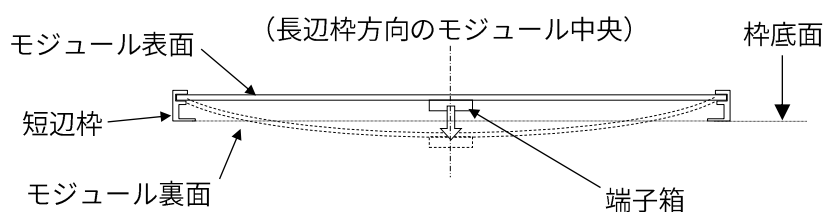

図3. モジュールのたわみ模式図（側面）
- ・ 太陽電池モジュールはモジュール表面への荷重負荷により、図3のように凹状のたわみが生じます。その際、モジュール裏面や端子箱が架台や屋根などに接触すると破損する恐れがありますので、当該部分には十分な隙間を必ず確保してください。モジュール裏面や端子箱が破損すると性能が維持できなくなります。